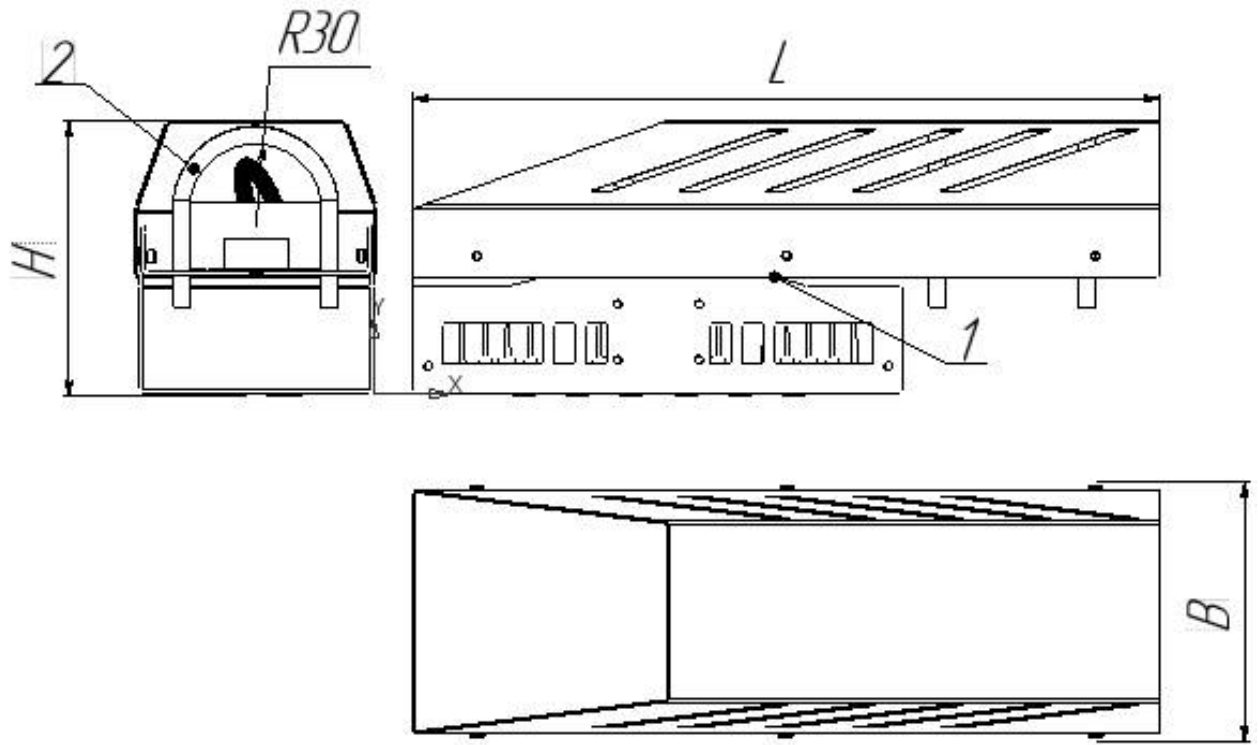

Рисунок 1 - Общий вид прожекторов.
3.2 Устройство прожектора ДО15, показано на рис. 1 приложения А: прожектора поз.1, узла крепления в сборе поз.2, зажимное U-образное крепление.
5.3 Установите прожектор в рабочее положение с помощью узла крепления (поз.2, рис.1).
5.5 Затянуть фиксирующие U-образные крепления (поз. 2, рис. 1).